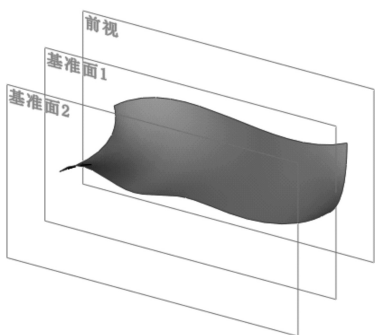

图 6-57 生成放样曲面
- [7] 单击【确定】按钮，生成放样曲面，如图 6-57 所示。